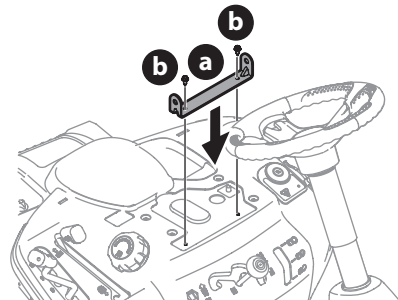

Figure 9
3. Alignez le support de siège (a) en place sur les trous d'où les deux vis autotaraudeuses (b) ont été retirés (Figure 9).
4. Utilisez une clé à cliquet de 1/4" avec une douille de 3/8" pour fixer le support de siège et les deux vis autotaraudeuses (b) qui ont été installées à l'étape 2 (Figure 9).